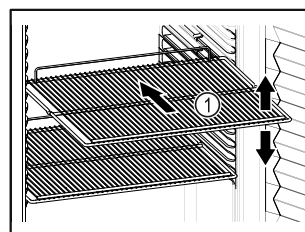

Fig. 57 Ilustrační zobrazení
- Pokud jsou odstavné rošty Fig. 57 (1) přemístitelné, přizpůsobte je vždy na danou výšku.